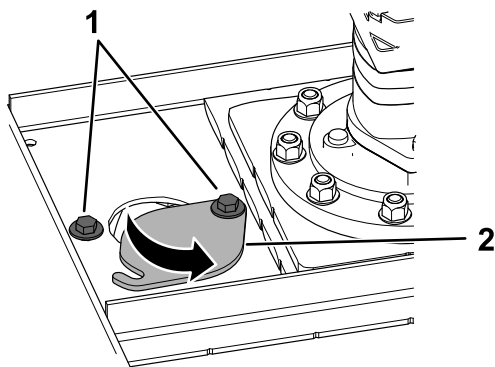

Рисунок 9
1. Ослабьте 2 болта крепления крышки доступа к ножу и сместите крышку (Рисунок 9).
5. Закройте крышку доступа и затяните болты (Рисунок 9).